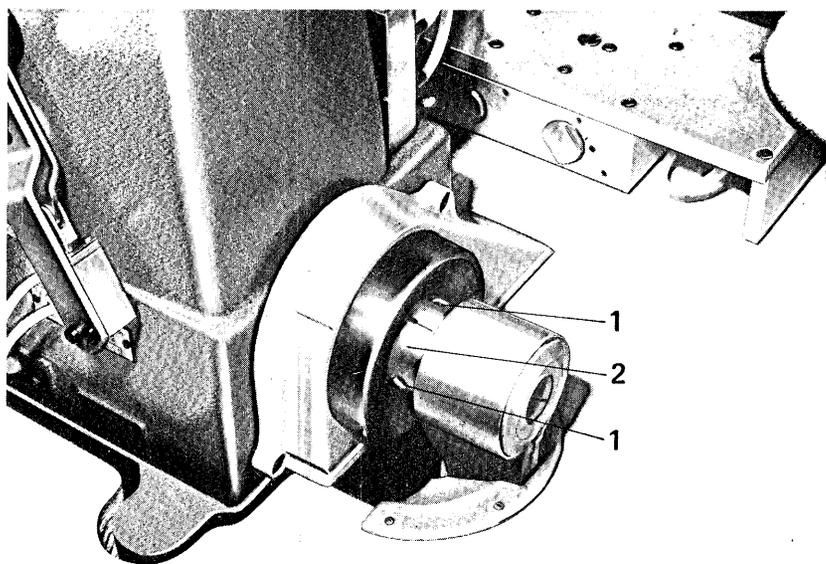

Fig. 13
- Collegare il motore alla rete di alimentazione, eseguire un tratto di cucitura e controllare che, rilasciando la pedalina, la macchina si arresti con l'ago nella posizione di punto morto superiore. In caso contrario, per ottenere questa posizione occorre allentare le due viti a testa cava esagonale 1 fig. 13 che fissano il manicotto 2 del sincronizzatore al volantino della macchina per cucire e, mantenendo fermo il volantino, ruotare il manicotto 2 nel senso di rotazione del volantino se l'ago si fosse fermato in posizione più bassa in fase di discesa oppure in senso contrario, se l'ago si fosse fermato in posizione più bassa in fase di salita. A posizionamento ottenuto, stringere bene le viti 1.